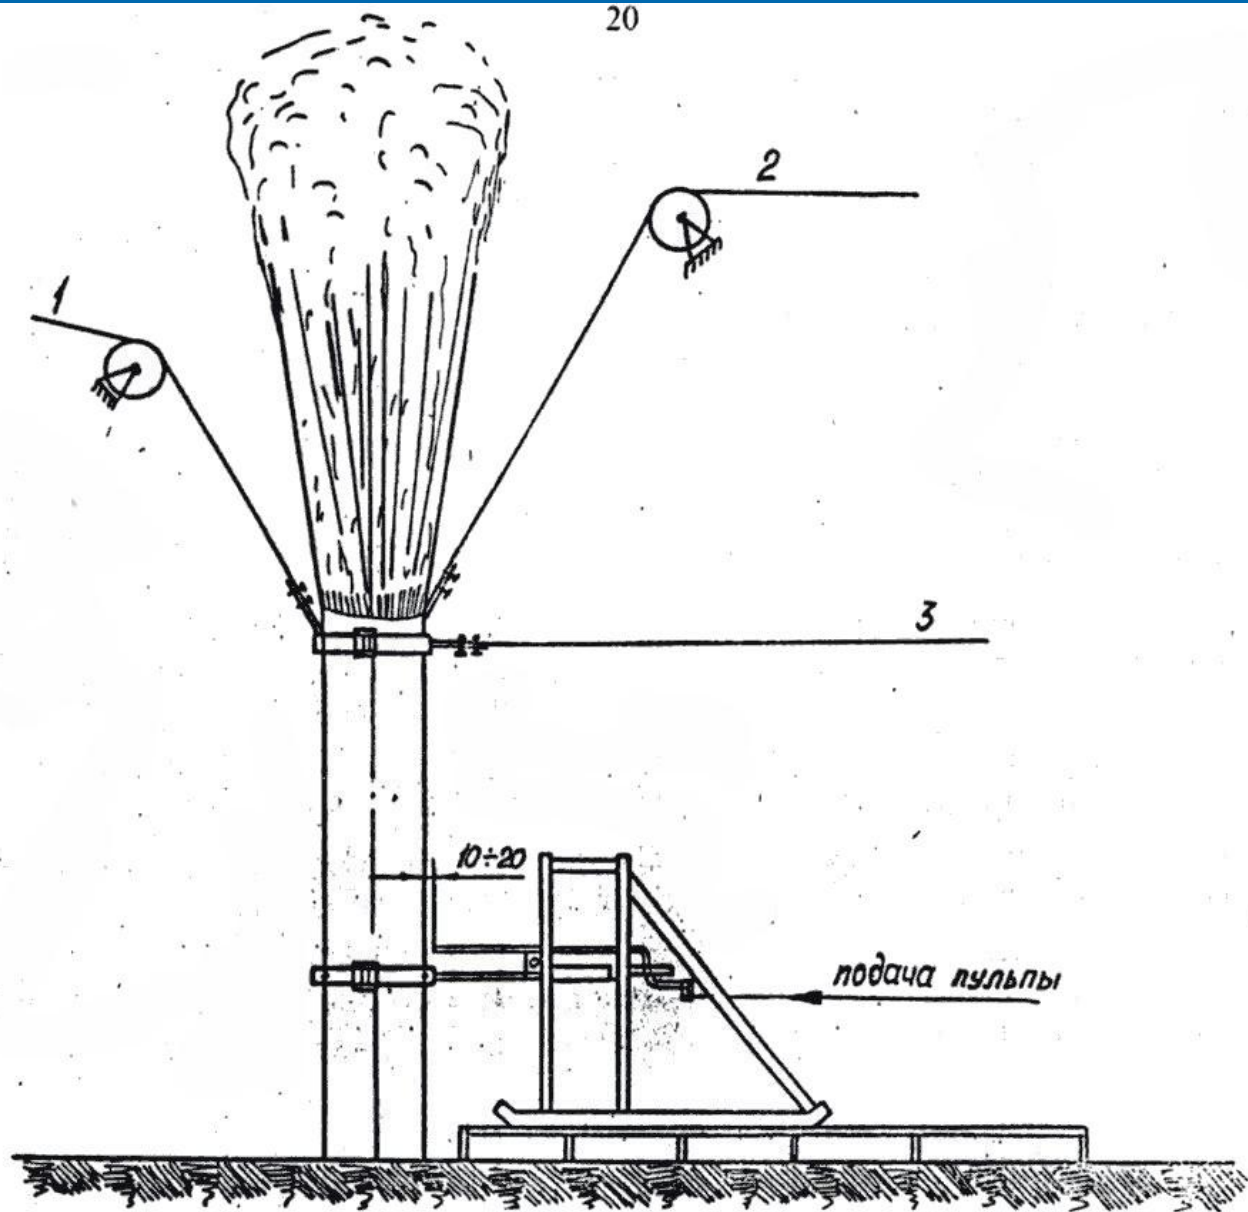

Рис. 13. Подготовка к отрезке гидроструйной трубрезкой:
- Надежно закрепить труборезку к устью скважины при помощи хомута РХ.00.000.СБ с таким расчетом, чтобы плоскость резания была перпендикулярна отрезаемой трубе, а ось насадки проходила через ось трубы и находилась от ближайшей образующей трубы на расстоянии 10-20мм (Рис. 13).